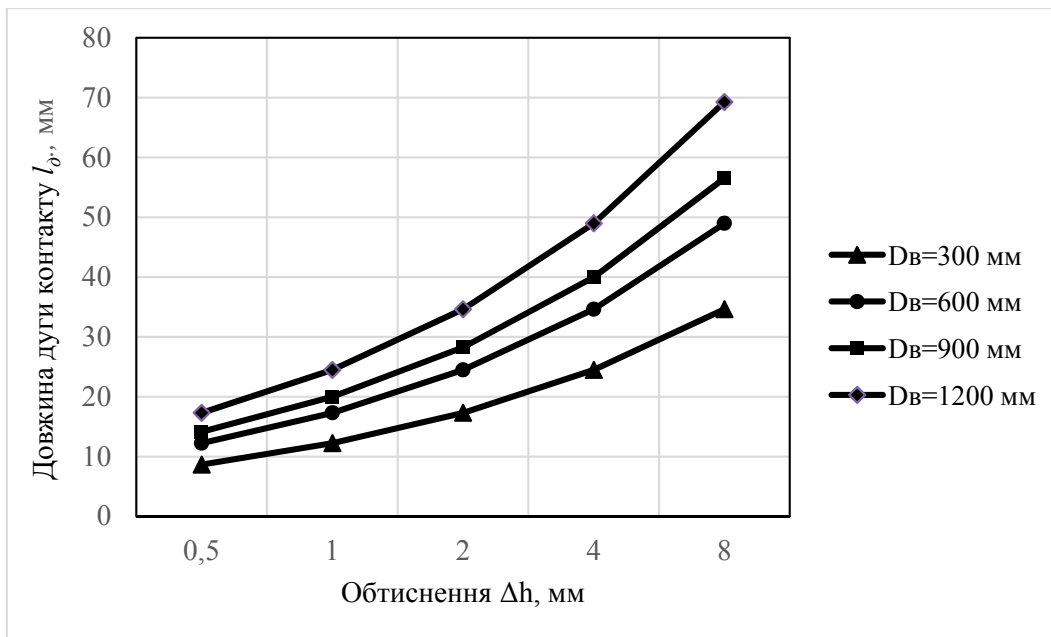

Рисунок 2.1 – Залежність довжини дуги контакту від обтиснення і діаметра валків
3. Використовуючи дані табл. 2.1 і 2.2, будемо графіки вказаних залежностей (рис. 2.1 і 2.2).